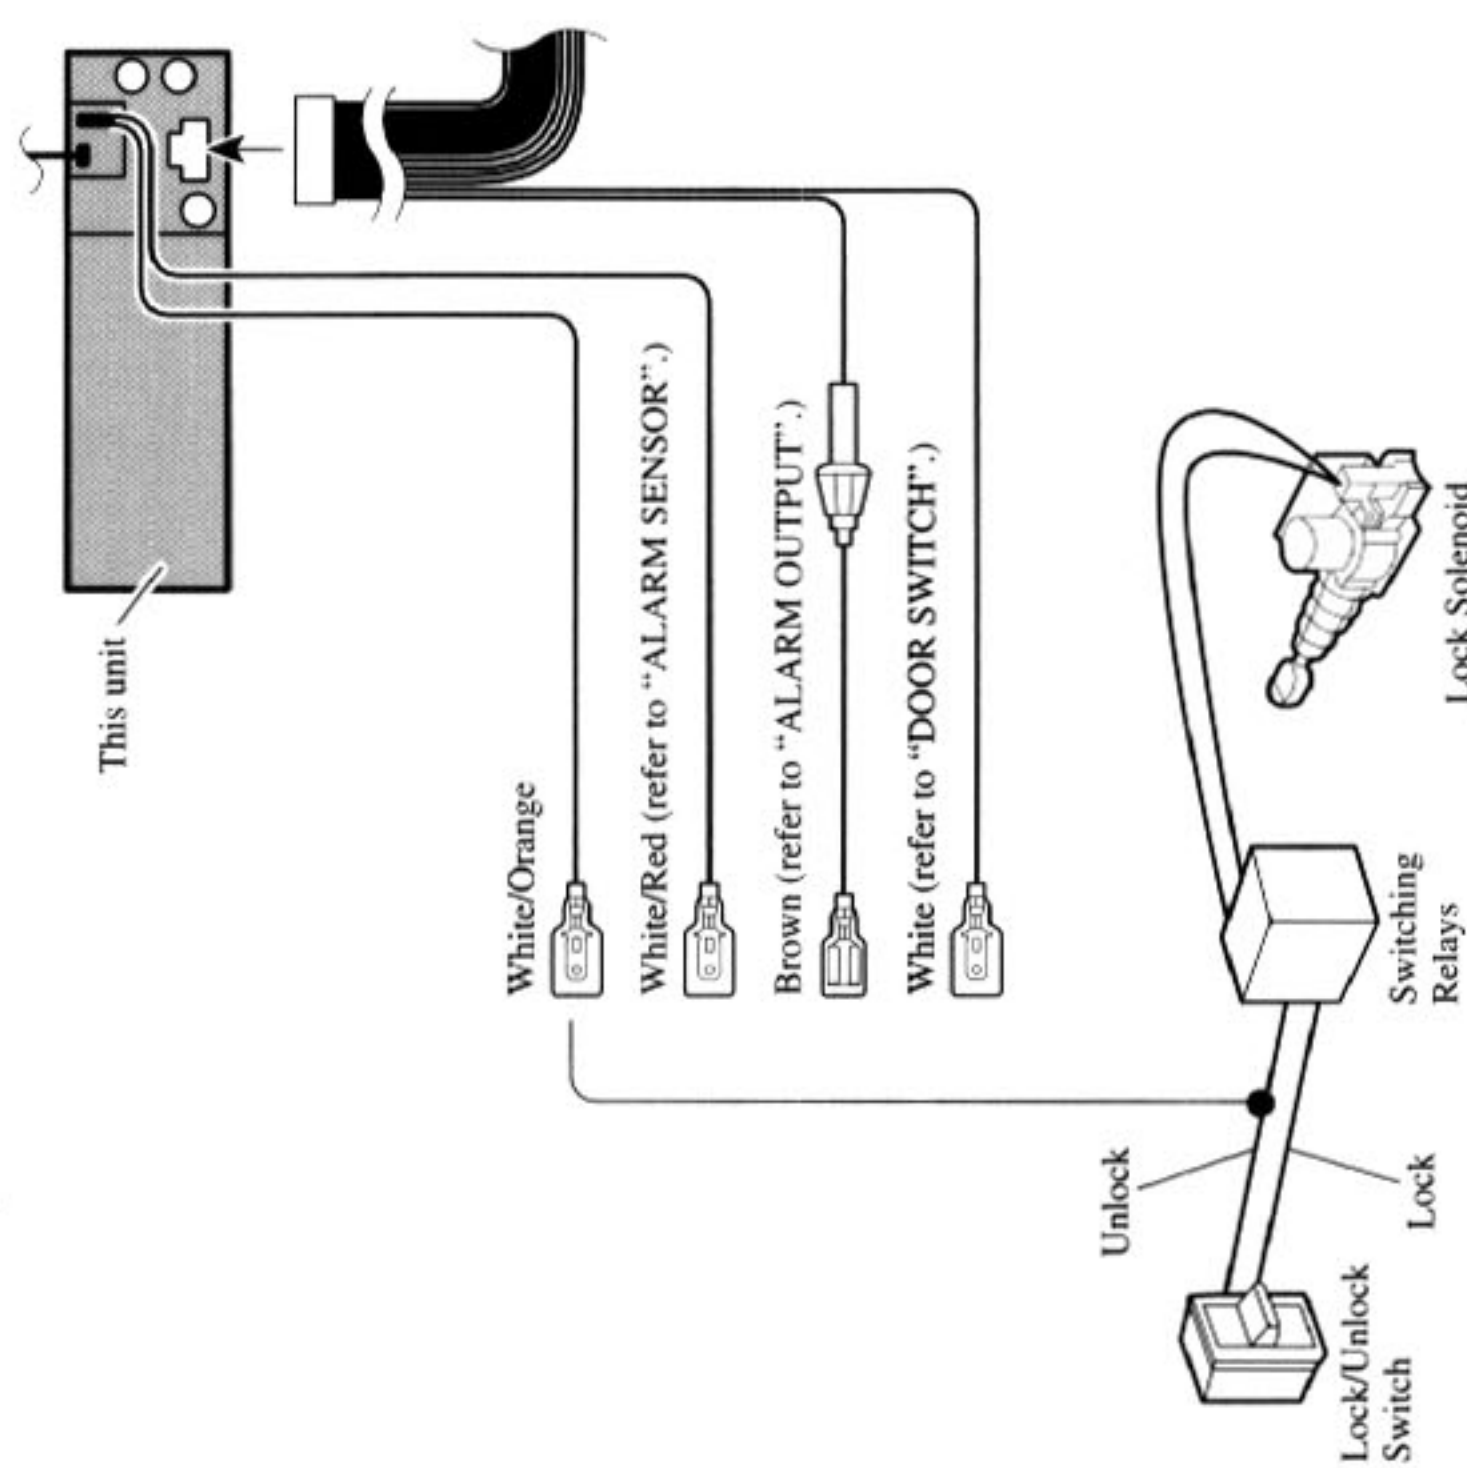

Fig. 33
- White/Orange (DOOR LOCK)** ..... (Fig. 33)